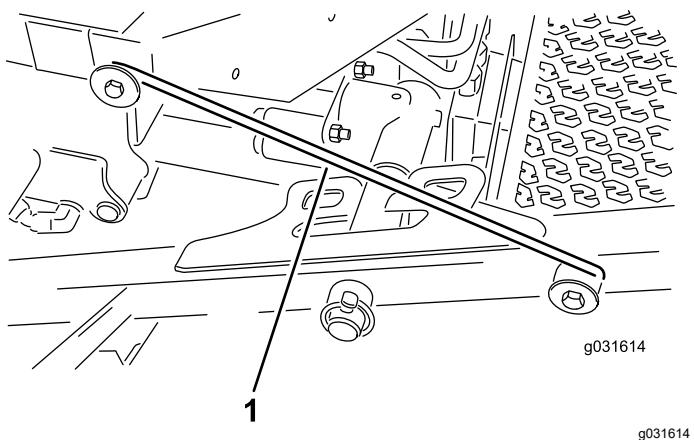

Figura 31
4. Desenganche la varilla de bloqueo del enganche del bastidor de tiro delantero (Figura 31).
5. Levante la parte exterior de las carcchas de corte delanteras y coloque la varilla sobre el perno del bastidor montado en la parte delantera de la plataforma del operador (Figura 31).